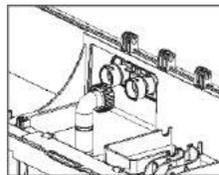

图 38: 连接冷却器泵卡口
4. 如图 38 所示的操作，将附件支架插入框架的窗口中。确保将泵的电线置于提供的凹槽内。